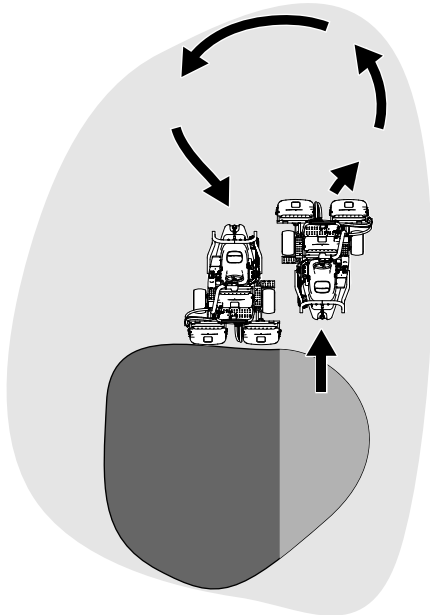

Bild 22
6. Verkürzen Sie die Betriebszeit und vereinfachen Sie das Ausrichten für den nächsten Durchgang, indem Sie die Maschine vorübergehend in die entgegengesetzte Richtung und dann in die Richtung des ungemähten Teils drehen. Führen Sie eine tränenförmige Wende durch (Bild 22), um die Maschine schnell für den nächsten Durchgang auszurichten.